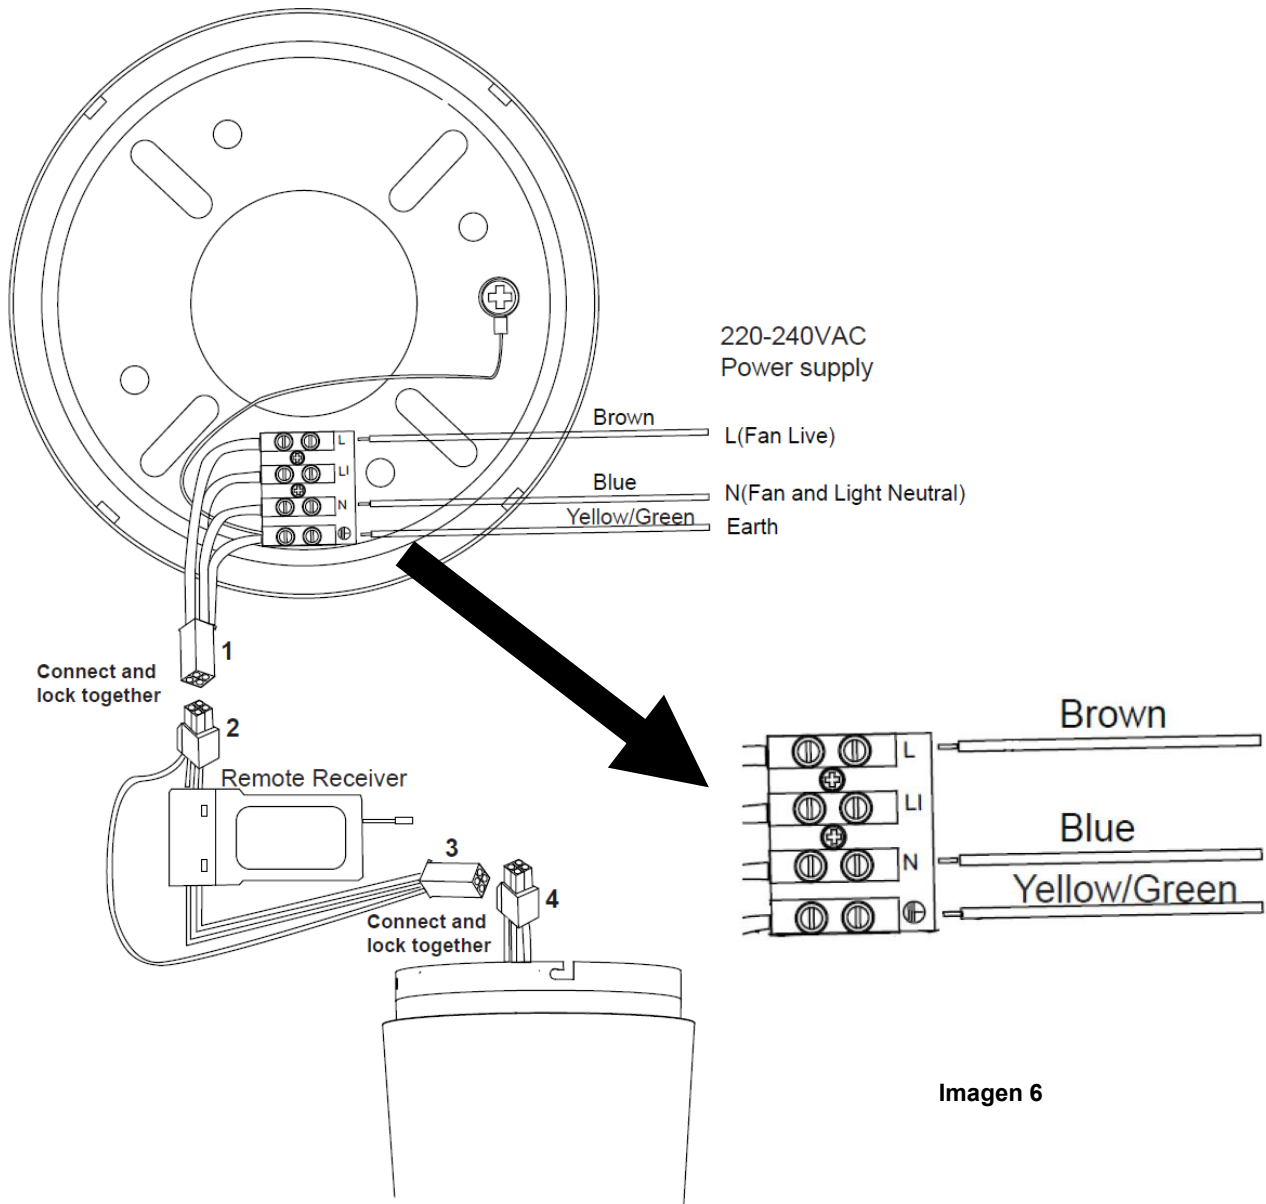

Imagen 6
### **MODELOS CON DIAGRAMA DE CABLEADO DEL CONTROLADOR DE PARED (Imagen 6):**
- Haga las conexiones «L», «N» y Tierra con la regleta de conexiones del soporte de techo como muestra el diagrama de la imagen 6 más abajo.
- Conecte los conectores rápidos del soporte de techo (1) y del receptor de la señal remota (2) y asegúrese de que queden bien unidos.
- Conecte los conectores rápidos del receptor de la señal remota (3) y los conectores del ventilador y asegúrese de que queden bien unidos.